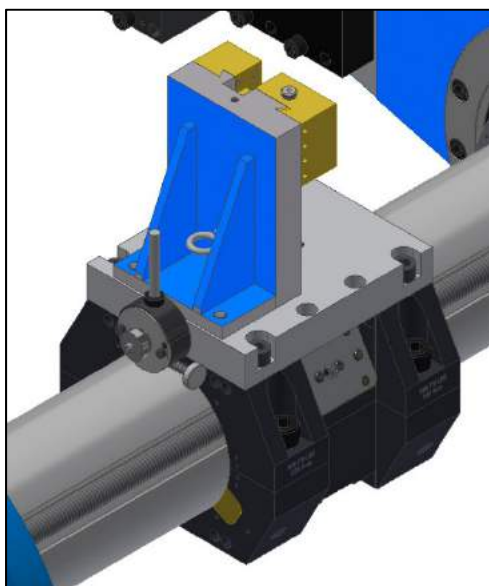

Figure 22. Tête de surfage montée directement sur le porte-outil
- a) Si aucune entretoise n'est utilisée (voir Figure 22), utiliser la poignée de manivelle droite et l'engagement de l'avance pour faire des ajustements manuels et engager l'avance manuelle (voir les Figures 25 et 26 page 36).